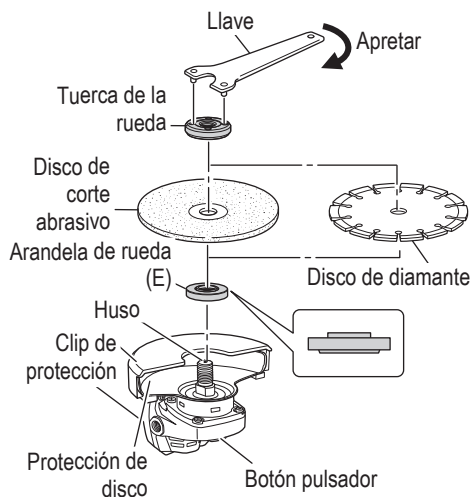

Fig. 20
- (5) Presionando el botón pulsador con una mano, bloquee el eje girando lentamente el disco de corte abrasivo/de diamante lentamente con la otra mano. Apriete la tuerca de la rueda utilizando la llave suministrada como se muestra en la Fig. 20.